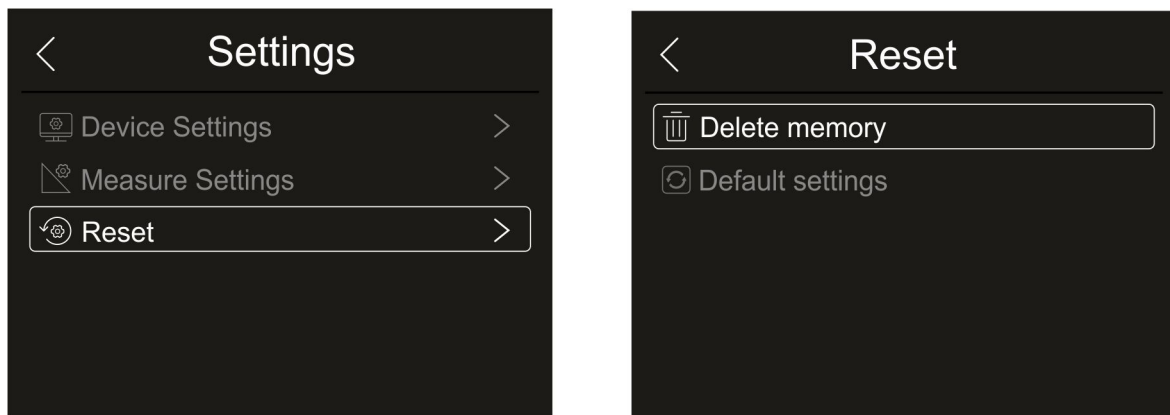

Fig. 28: Menu Reset do instrumento
1. Clique em “Alarm mode” para ativar os limites do alarme acústico na medição de temperatura associada aos objetos inseridos na imagem (cursor, pontos, linhas e áreas) associados à função “Alarme” presente no menu principal (ver §). Fig. 28 - lado direito é exibido: